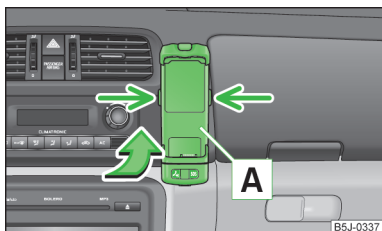

Fig. 99
- ▶ Împingeți mai întâi adaptorul  în sensul săgeții » fig. 99 până la limită în suport. Apoi apăsați ușor în jos adaptorul, până când acesta se blochează.
- ▶ Apăsați simultan elementele de blocare laterale ale suportului » fig. 99 și scoateți telefonul cu adaptorul.